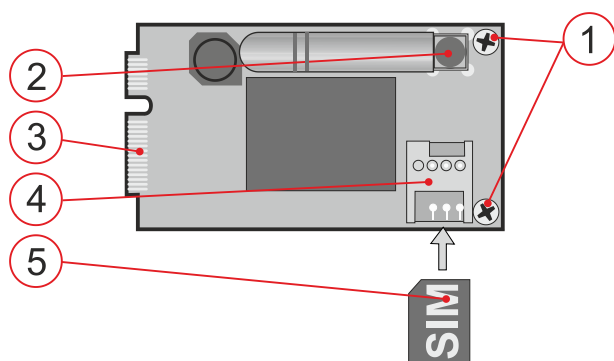

Fig. 1: JA-194Y-kommunikatör
- Anslut GSM-antennen** till kontakten (2.) på kommunikationsmodulen (medföljer JA-194Y-LITE). Följ anvisningarna i bild 1 när du monterar antennen.